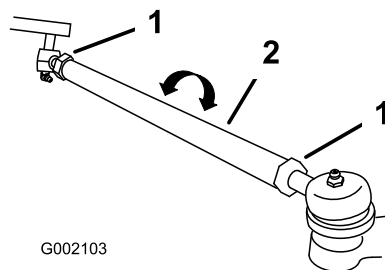

Figure 12
2. Si la valeur obtenue n'est pas comprise dans la plage spécifiée (reportez-vous aux dimensions et aux paramètres mentionnés au début de cette procédure), desserrez les contre-écrous à chaque extrémité des biellettes (Figure 12).